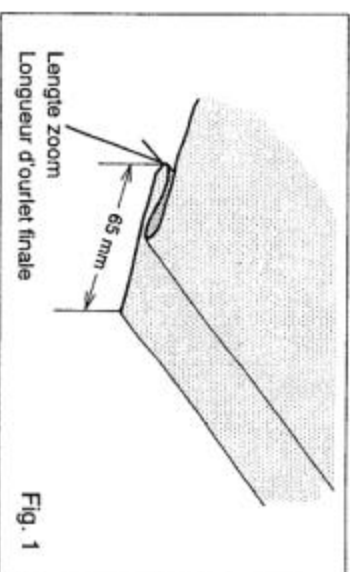

Fig. 1
1. Vouw de zoom in de stof op de door u gewenste zoombreedte en pers deze vlak. Vouw de zoom terug naar de juiste kant van het kledingstuk, zodat er een flauwe vouw komt, aan de verkeerde kant van de stof. Zie Fig. 1.
1. Replier le tissu sur l'envers à la profondeur désiré pour l'ourlet et repasser le pli. Rabattre l'ourlet vers l'endroit du tissu en ne laissant dépasser qu'un faible bord du côté envers (Fig. 1).